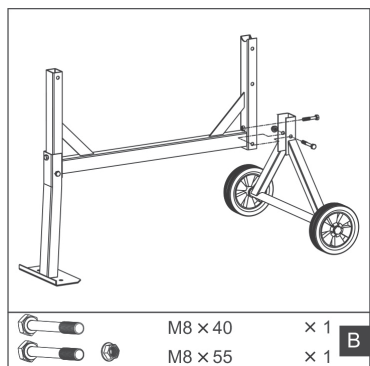

Bild 6
3. Montera hjulenheten på den förmonterade trumramen. Se till att alla skruvförband är åtdragna. Använd de tillbehör som är märkta med (B), Fig. 6.